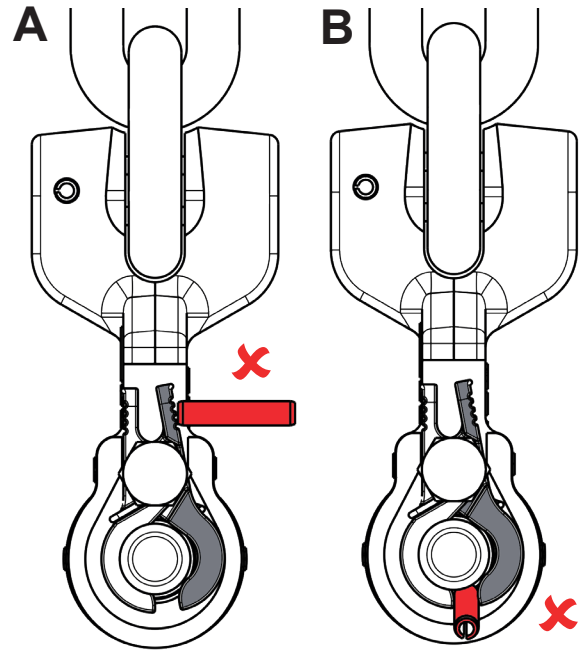

Fig. 22: Fermeture de la pince non fermée des deux côtés
- En raison d'un objet perturbateur, la fermeture de la pince n'est pas complètement fermée (cf. Fig. 22 A et B).